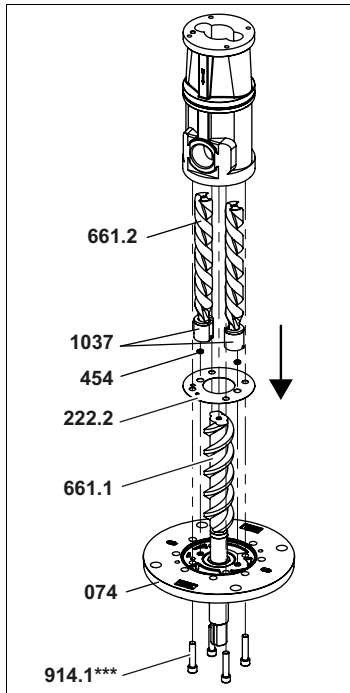

Fig. 28
4. Nettoyer soigneusement les surfaces d'étanchéité. Insérer les bagues d'étanchéité de section carrée **454** et le nouveau joint plat **222.2** dans le couvercle à bride, ce faisant respecter les évidements pour les bagues d'étanchéité de section carrée. Pousser le jeu de coussinets **1037** composé du coussinet et du disque segmenté sur les arbres des vis annexes **661.2**, voir Fig. 28, page 39.